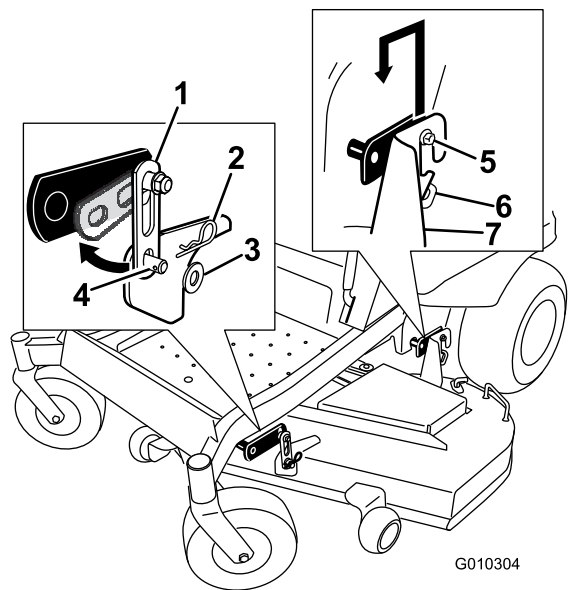

Figure 63
2. Enlevez les fixations des pattes de fixation avant de chaque côté du tablier de coupe (Figure 63).
3. Soulevez le tablier de coupe avec précaution pour le dégager des boulons des pattes de fixation arrière et abaissez l'avant du tablier au sol (Figure 63).
6. Montez le support avant du tablier de coupe sur les pattes de fixation avant et fixez-les avec une rondelle et une goupille fendue (Figure 63).